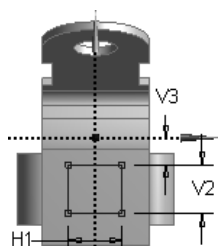

图 3.10.16 草图 4
(1) 绘制图 3.10.16 所示的草图 4。选取 YZPlane 平面, 单击“New Sketch”按钮 , 绘制图 3.10.16 所示的截面草图, 其中 $H1=50$, $V2=45$, $V3=25$ 。